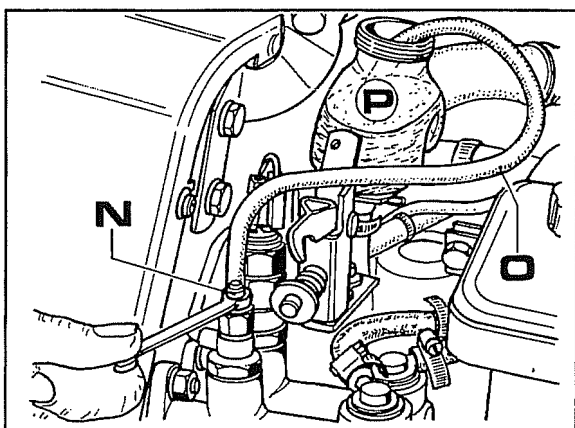

Fig. 3
3. Per lo spurgo sulle pompe, occorre inserire tra il serbatoio **P** fig.3 e la vite di spurgo **N**, un tubo flessibile trasparente (**O** fig.3). Allentare la suddetta vite di spurgo, premere ripetutamente sui pedali freno (accoppiati) fino a quando dal tubo non si vedono più bolle d'aria, quindi bloccare la vite.